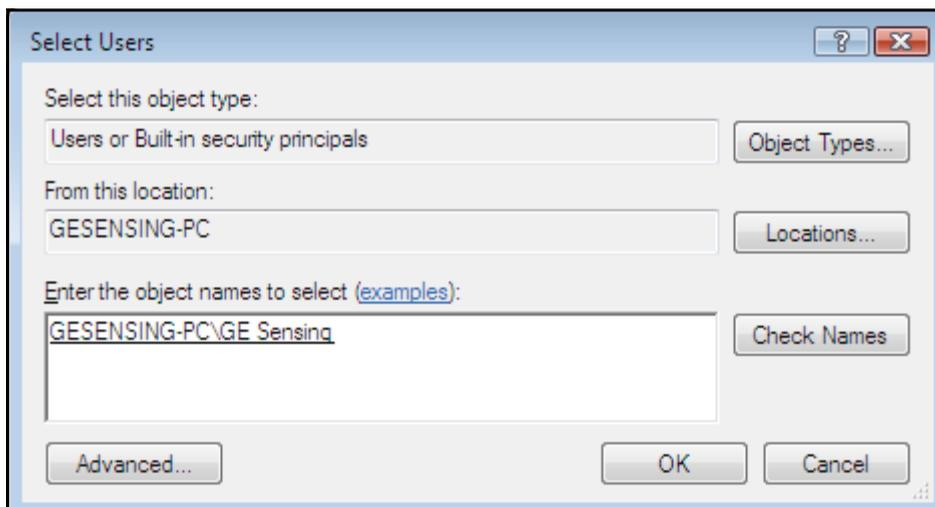

图 108: 所选择的用户窗口
7. 在选择用户窗口 (如下一页图 108 所示), 点击 **OK**.